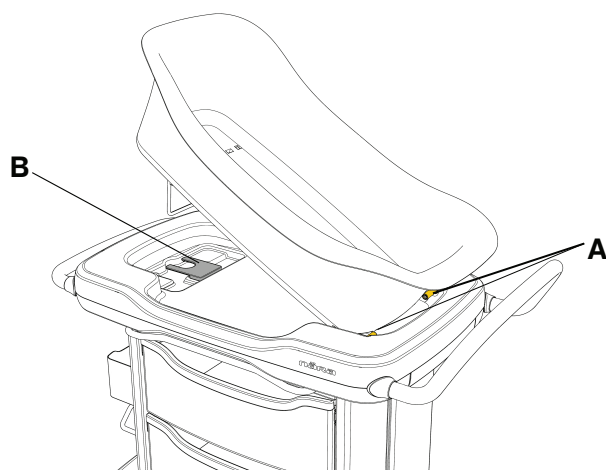

Рисунок 2 – Присоединение и фиксация корзинки для новорожденного к люльке
1. Приподнимите один конец корзинки для новорожденного так, чтобы совместить пазы на дне корзинки с двумя фиксаторами на шкафчике-основании (А) (Рисунок 2).
3. Продвиньте планку регулировки наклона под металлический кронштейн до надежной фиксации планки (Б) (Рисунок 2).